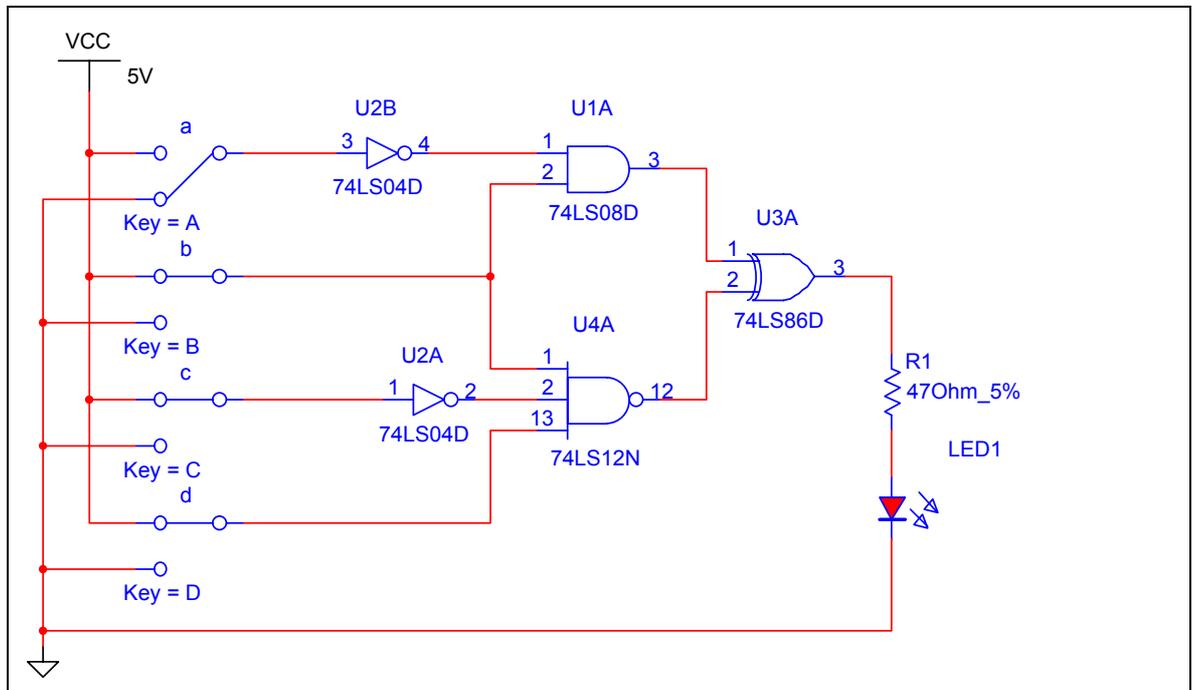

Fig. 36 Simulación de un circuito lógico
- Ahora ya podemos iniciar la simulación y comprobar como varia el estado lógico de la salida del circuito en función de los valores que aplicamos a la entrada Fig. 36.